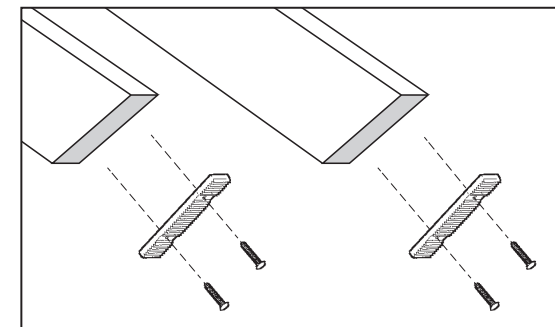

FIGURA 12
E. Instale el tacón de plástico a extremos inferiores del riel con pijas de 1" incluidas. Taladre agujeros guía de 1/8" en la madera antes de instalar las pijas para evitar daños en el riel (Figura 12).